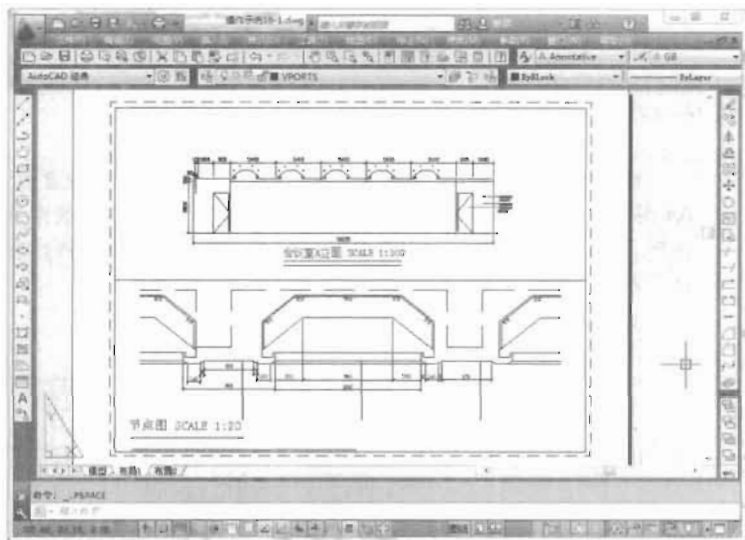

图 16-47
(10) 节点图的输出比例为 1:20, 因此在状态栏右下角将该视口比例设置为 1:20。双击视口或执行 MSPACE 命令进入模型空间, 然后按住鼠标中键将节点图平移到视口中间, 使其显示出来, 如图 16-47 所示。